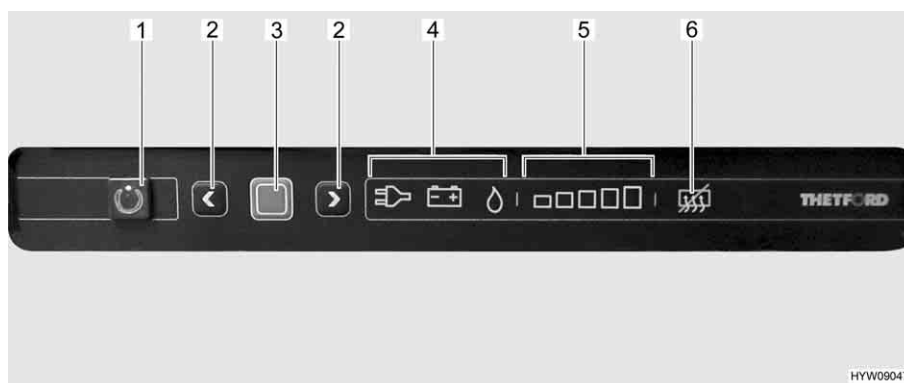

Fig. 158 Elementi di comando del frigorifero
La modalità di funzionamento attuale è indicata da un simbolo luminoso (Fig. 158,4) sulla centralina di controllo.
Dopo l'accensione il frigorifero seleziona automaticamente la regolazione del termostato selezionata per ultimo. Questa impostazione può essere modificata manualmente con i tasti freccia (Fig. 158,2). Le barre luminose dell'indicatore del livello di refrigerazione (Fig. 158,5) visualizzano la temperatura selezionata sul termostato. Con i tasti freccia viene regolata la temperatura di refrigerazione per tutti i tre tipi di energia. Ci vogliono alcune ore prima che il frigorifero raggiunga la temperatura normale di esercizio. Cambiando la modalità di funzionamento la regolazione del termostato non viene modificata. La temperatura di refrigerazione è indipendente dal tipo di energia utilizzata.
- Premere il tasto On/Off (Fig. 158,1) per 1 secondo. Il tasto (Fig. 158,1) si illumina di verde. Dopo circa 10 secondi, l'indicatore viene attenuato per risparmiare energia.
- Premere il tasto di conferma (Fig. 158,3). L'impostazione attuale della modalità di funzionamento viene visualizzata.
- Se non è impostata la modalità di funzionamento a gas: Per modificare l'impostazione, premere il tasto di conferma (Fig. 158,3) per circa 2 secondi.
- Selezionare la modalità di funzionamento a gas con i tasti freccia (Fig. 158,2). L'alimentazione del gas è ora aperta. L'accensione avviene automaticamente. È udibile un ticchettio fino a quando procedura di accensione non è stata portata a termine.
- Premere il tasto di conferma (Fig. 158,3) per circa 2 secondi.
- Premere nuovamente il tasto di conferma (Fig. 158,3). Il livello di refrigerazione attuale viene indicato dalle barre luminose (Fig. 158,5).
- Per modificare l'impostazione, premere i tasti freccia (Fig. 158,2) fino a visualizzare l'impostazione desiderata.
- Premere il tasto On/Off (Fig. 158,1) per circa 2 secondi. Tutte le spie si spengono. Il frigorifero è spento.
- Se non è impostata la modalità di funzionamento 230 V: Per modificare l'impostazione, premere il tasto di conferma (Fig. 158,3) per circa 2 secondi.
- Selezionare la modalità di funzionamento 230 V con i tasti freccia (Fig. 158,2).
- Se non è impostata la modalità di funzionamento 12 V: Per modificare l'impostazione, premere il tasto di conferma (Fig. 158,3) per circa 2 secondi.
- Selezionare la modalità di funzionamento 12 V con i tasti freccia (Fig. 158,2).
- Premere contemporaneamente entrambi i tasti freccia (Fig. 158,2) e tenerli premuti per 2 secondi. Il simbolo di disattivazione della funzione anti-condensa (Fig. 158,6) si illumina.
- Premere di nuovo contemporaneamente entrambi i tasti freccia (Fig. 158,2) e tenerli premuti per 2 secondi. Il simbolo di disattivazione della funzione anti-condensa (Fig. 158,6) si spegne.